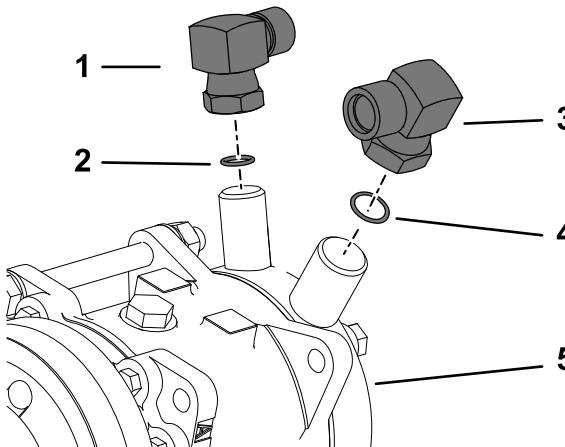

Figura 43
- 1. Instale a união de ângulo reto (7/8 pol.) e o anel de retenção (tamanho 8) à porta de baixa pressão ou sucção na bomba do ar condicionado (Figura 43).
3. Instale a união de ângulo reto (3/4 pol.) e o anel de retenção (tamanho 10) à porta de alta pressão ou descarga na bomba do ar condicionado (Figura 43).